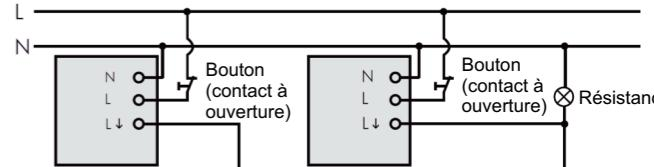

Figure 5
3.3.2 Une résistance est activée par deux détecteurs. (Voir figure 5).